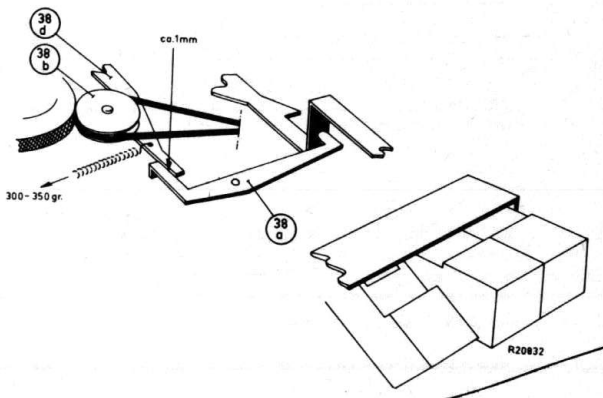

Fig. 44
- Als de toets voor terugspoelen ingedrukt is, moet er ca. 1 mm speling zijn tussen hefboom 38a en de bedieningsbeugel 38d van de terugspoelrol, zie fig. 44. Trekveer 10 moet rol 38b met een kracht van 300-350 gram tegen de spoelschotel trekken, zie fig. 44. In stand "STOP" moet de hefboom 38a de bedieningsbeugel 38d zóver naar rechts bewegen, dat de terugspoelrol 38b geheel vrij van de linkerspoelschotel komt.